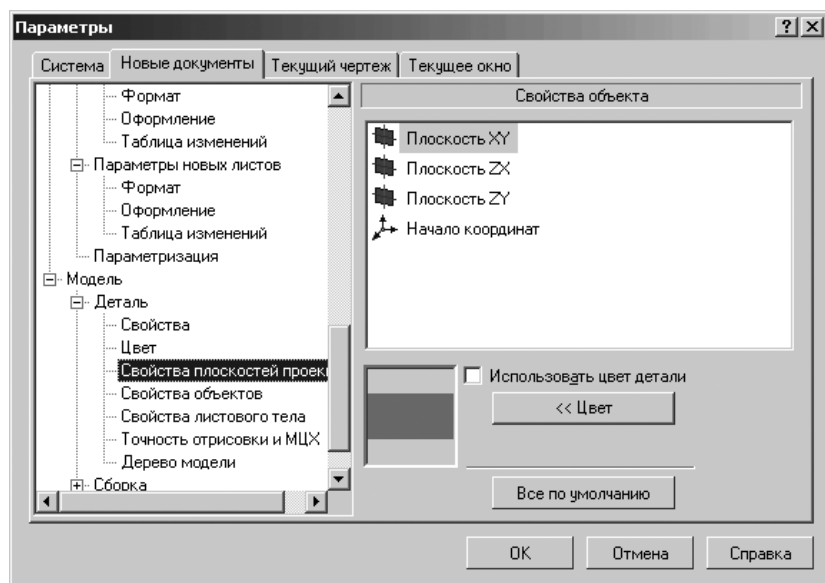

Рис. 10.93. Диалоговое окно **Параметры** с открытой вкладкой **Новые документы** и панелью **Свойства объекта**
- щелкните в списке настраиваемых элементов **Деталь** по пункту **Свойства плоскостей проекций**. В правой части появится панель **Свойства объекта**, показанная на рис. 10.93;
- щелкните в списке настраиваемых элементов  **Сборка** по пункту **Свойства плоскостей проекций**. В правой части появится панель **Свойства объекта**, аналогична той, которая показана на рис. 10.93.